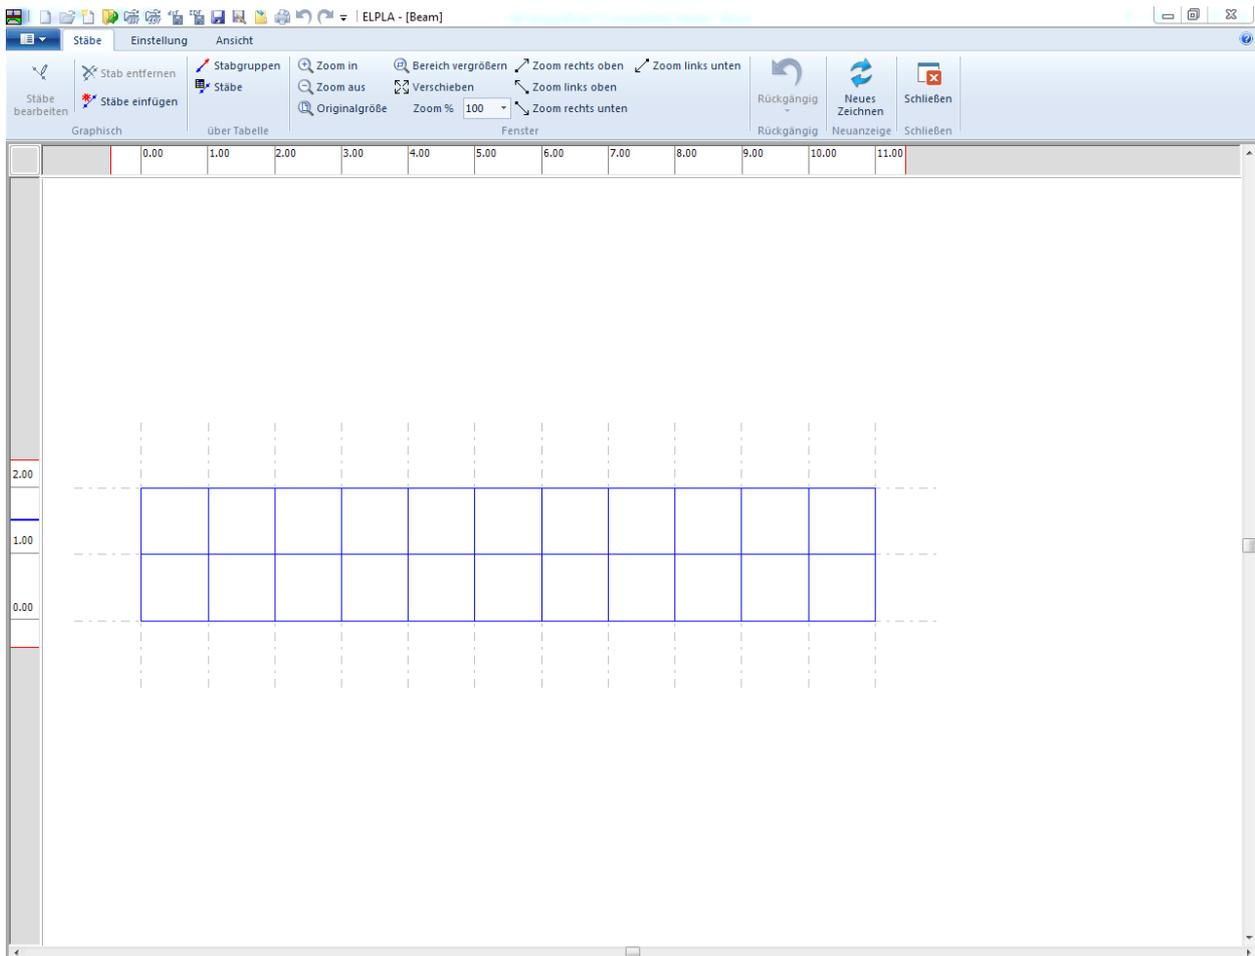
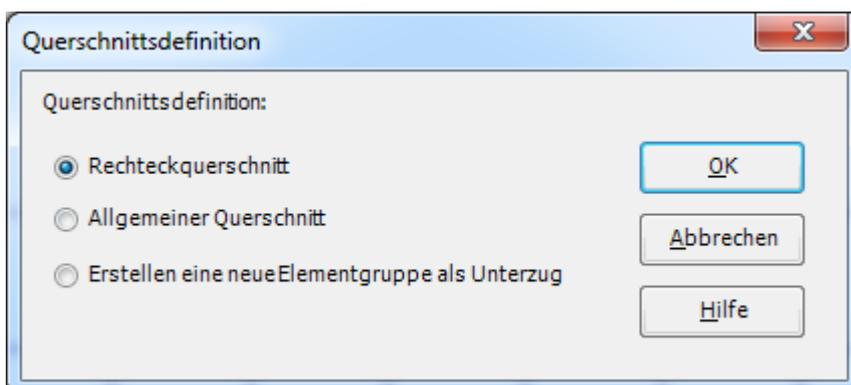
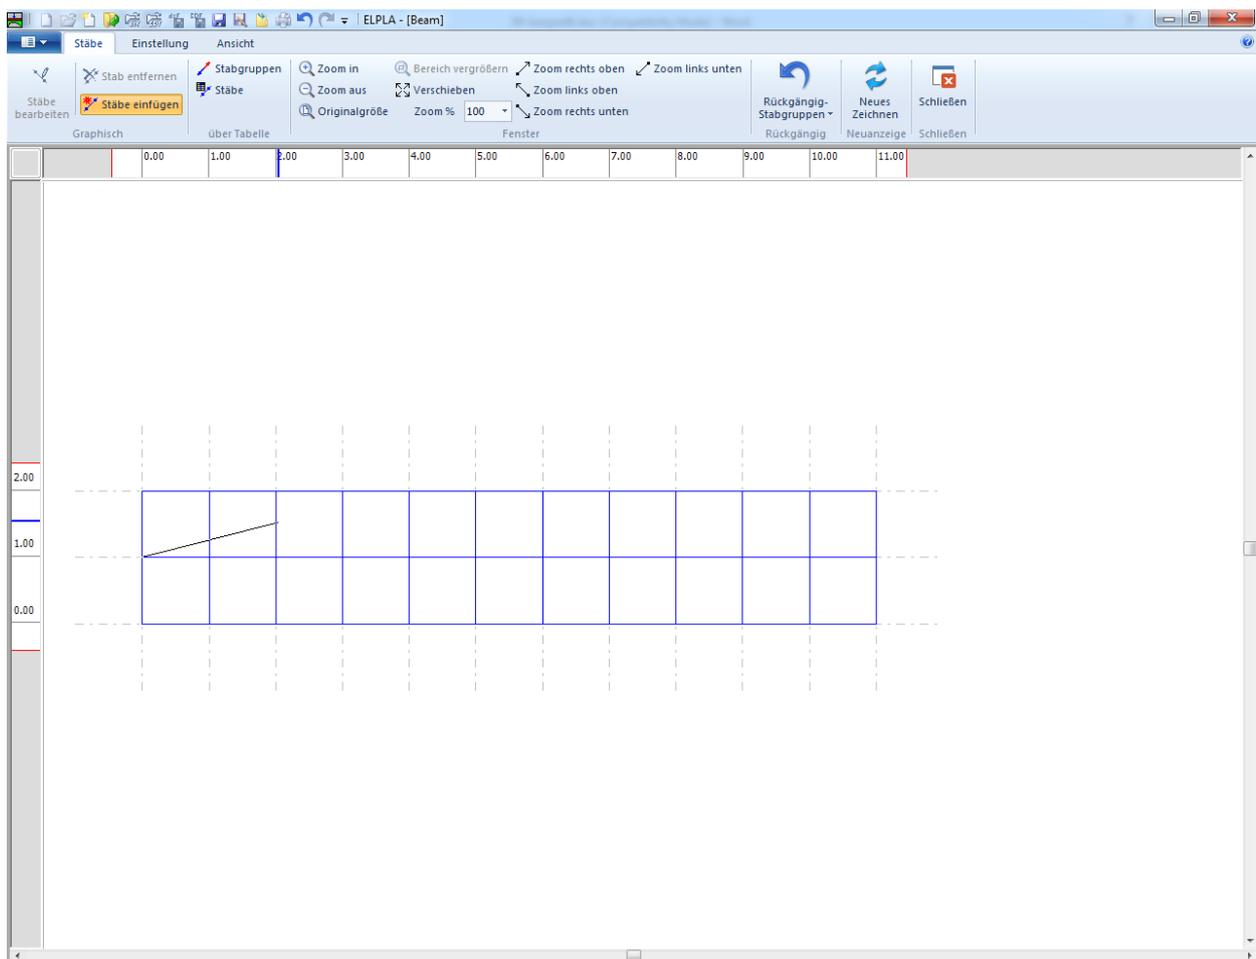
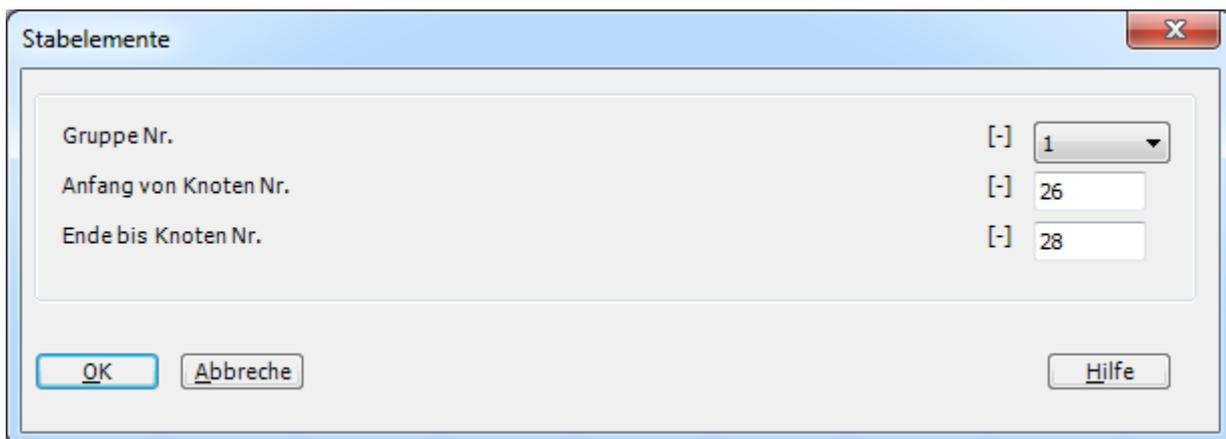

Bild 8.11 "Stäbe" Fenster
Bild 8.12 Optionsfeld "Querschnittsdefinition"
Bild 8.14 Einfügen des ersten Stabs mit der Maus
Bild 8.15 Dialogfeld "Stabelemente"
- Wählen Sie "Stäbe" aus der Registerkarte "Daten". Damit erscheint das folgende Fenster, Bild 8.11
- Wählen Sie im Fenster von Bild 8.11 den Befehl "Beschreibung der Stabgruppen" aus dem Menü "über Tabelle". Das folgende Optionsfeld im Bild 8.12 erscheint
- Wählen Sie "Stäbe einfügen" aus dem Menü "Graphisch" im Bild 8.11, der Cursor wechselt vom Pfeil zum Kreuz. Klicken Sie die linke Maustaste auf den Anfangsknoten des ersten Stabs und schleifen mit der Maus bis zum Endknoten (Bild 8.14), dann klicken Sie auf dem Endknoten. Das Dialogfeld "Stabelemente" (Bild 8.15) erscheint